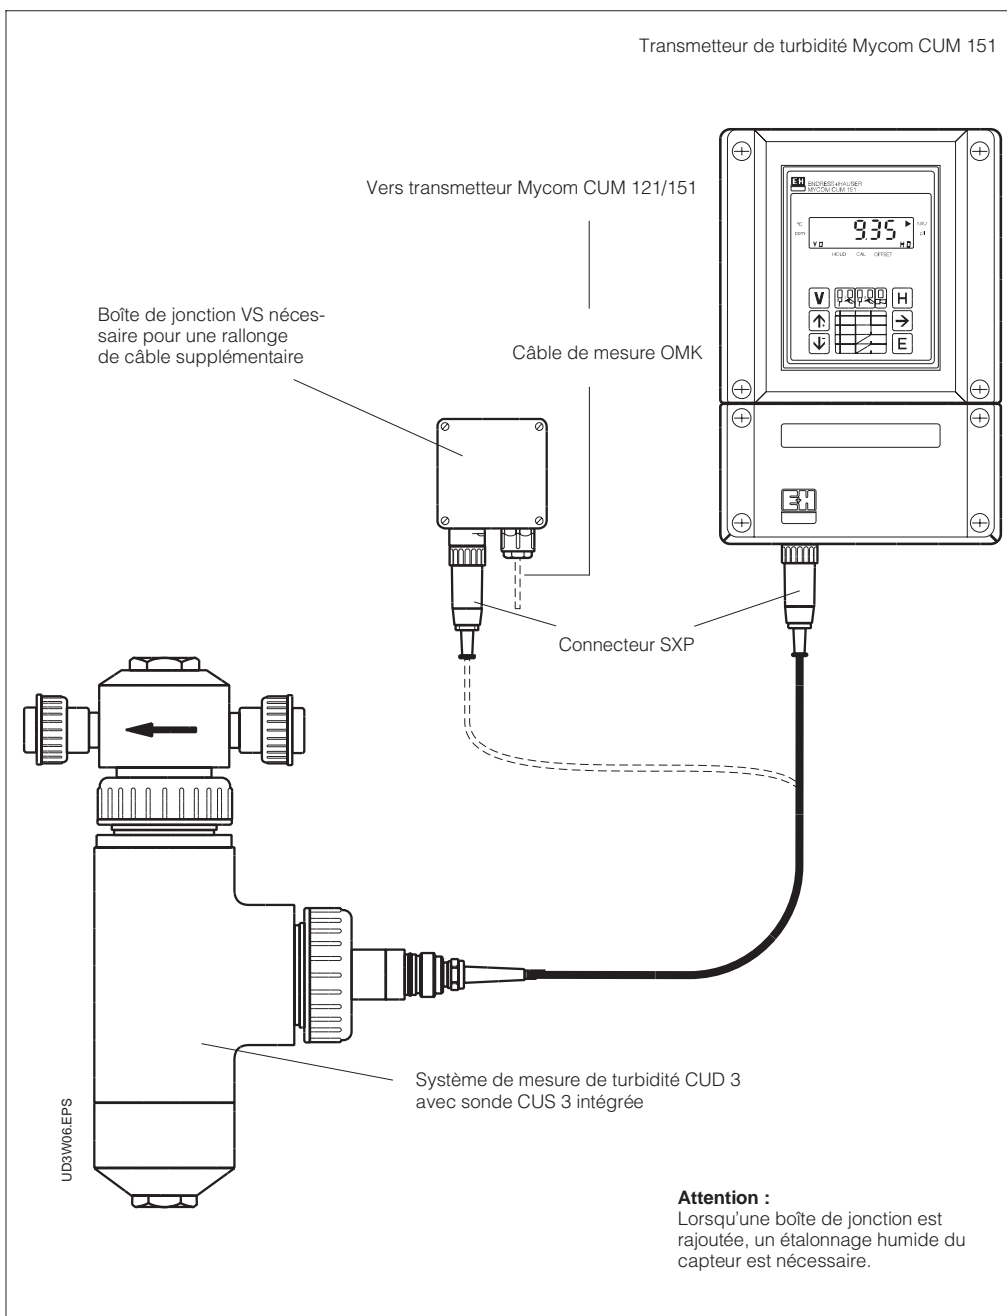

Fig. 2.1: Système de mesure complet
- Enficher le connecteur SXP (voir fig. 2.1) dans l'embase du transmetteur Mycom CUM 151 ou à la boîte de jonction VS.